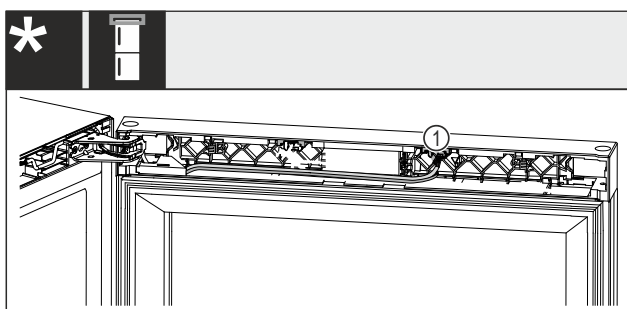

Fig. 25 Vīna ledusskapja un saldētavas kombinācijas*
- ▶ Izvelciet spraudni Fig. 25 (1) no ligzdas.*